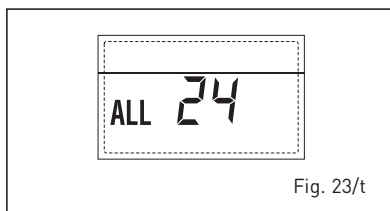

Fig. 23/t
- ANOMALIA GUASTO SONDA BOLLITORE SOLARE S2 "ALL 25" (fig. 23/u)